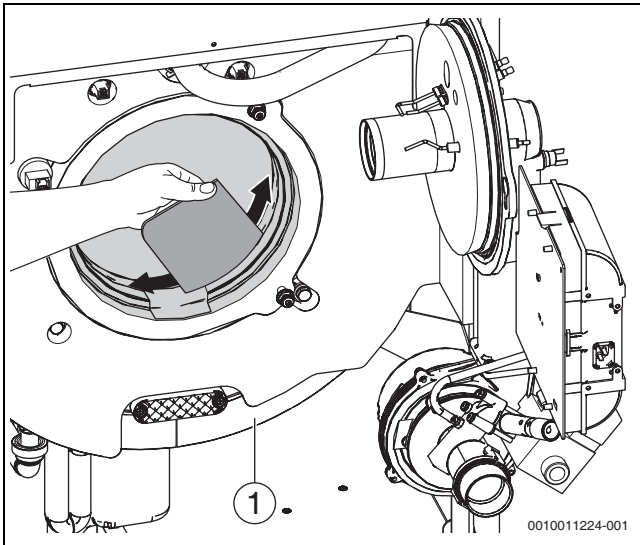
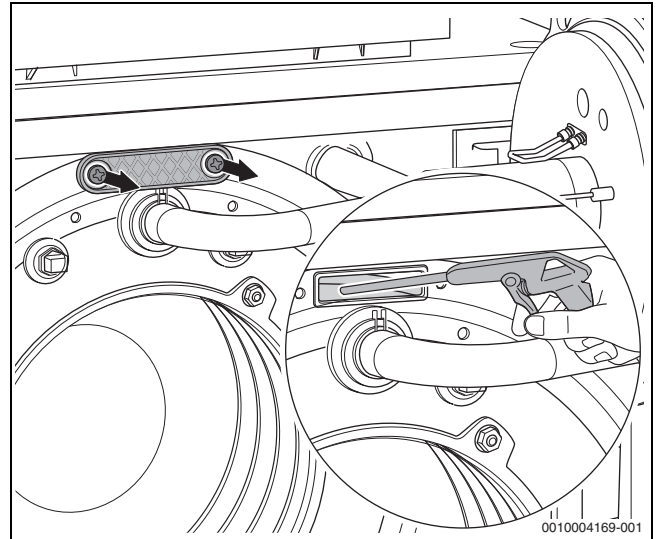

Bild 70 Heizgasspalte mit Reinigungsspachtel reinigen
Bild 71 Wärmetauscher mit Sprühlanze reinigen
- ▶ Reinigungsdeckel (→ Bild 70, Seite 41, [1] und Bild 71) abnehmen.
- ▶ Lose Partikel mit Wasser (z. B. Sprühlanze) aus Feuerraum und Abgasmantel spülen (→ Bild 71).
- ▶ Heizgasspalte mit Reinigungsspachtel reinigen (→ Bild 70, Seite 41).